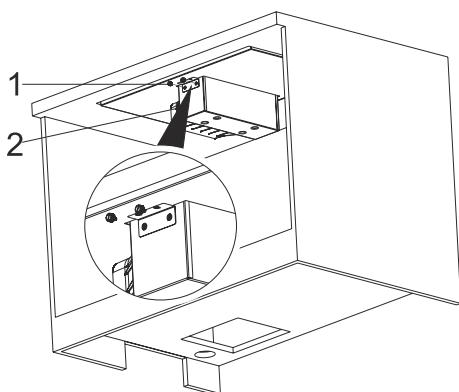

Fig. 12
- 5.** Fastspænd beholderen nu med de medfølgende fingreskruer (Fig. 12).